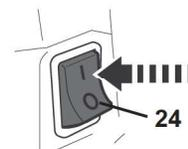

Fig. 24
- > Assegure-se de que a corrente (3) não entra em contacto com nenhum objeto antes de ligar o motor.
- > Coloque o interruptor da ignição (24) na posição "I" (Fig. 24).
- > Certifique-se de que o travão da corrente fica engatado, pressionando completamente a proteção frontal (2). (ver acima, página 31). A motosserra não arrancará se o travão da corrente estiver acionado.
- > Coloque o interruptor da ignição (24) na posição "I" (Fig. 24)
- > Puxe completamente a alavanca do estrangulador (25) e depois volte a premi-la até ao fim. O estrangulador fica na posição OPEN (ABERTA), e o acelerador fica em estado de prontidão.
- > Apoie bem o produto contra o chão e coloque o seu pé sobre a proteção traseira (10).
**NOTA:** Sempre que prime e solta o bloqueio do acelerador (26) e o próprio acelerador (27), o estado de prontidão é cancelado e o motor passa a funcionar em ralenti.
- > Antes de acelerar o motor, certifique-se de que o travão da corrente está desengatado, puxando completamente para trás a proteção frontal (2).
- > Empurre a proteção frontal (2) para verificar se o travão da corrente está a funcionar bem. Em seguida, desengate o travão da corrente.
- > Para usar a motosserra, segure o produto com ambas as mãos. Com a mão esquerda, segure a pega frontal (1) (não segure o travão da corrente) e, com a mão direita, segure a pega traseira (11).